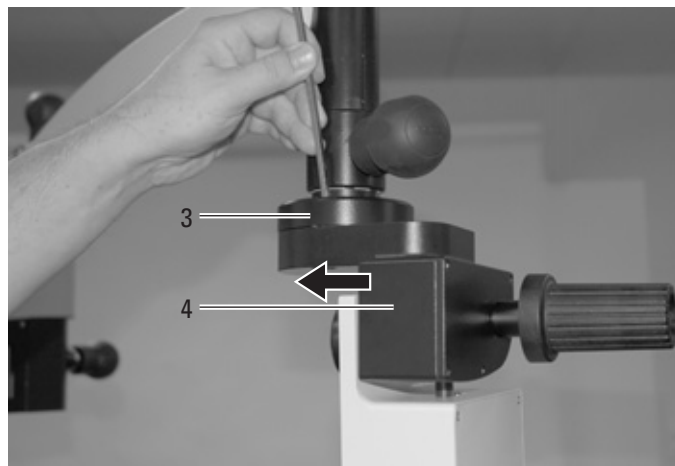

Bild 3
⇒ Neigetrieb (4) in die Schwalbenschwanzführung des Drehgelenks (3) einführen und mit 2 Innensechskantschrauben festschrauben (Bild 3).